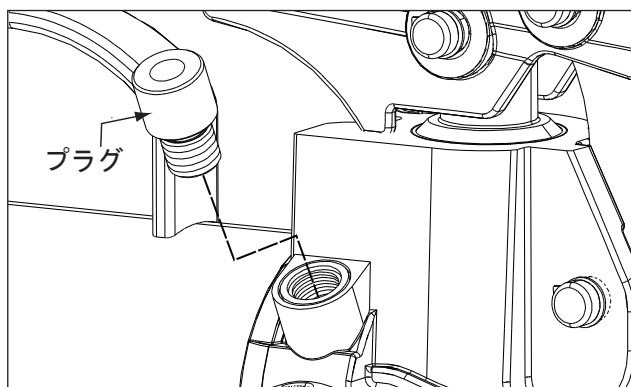

図13: リリーフ弁 (P-77, P77-ALH, P-80, P-801, P-84)
- ・モデルP-77, P77-ALH, P-80, P-801, P-84では、リリース弁がポンプヘッドの側面に配置されています。図13を参照してください。